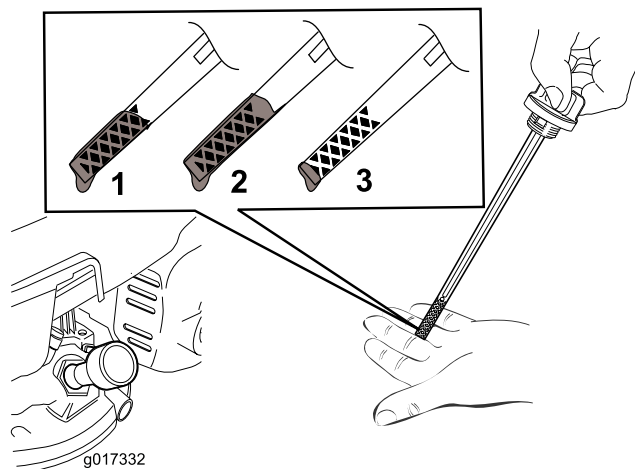

图 12
2. 逆时针旋转并拉出量油尺盖取出量油尺图 12。
5. 查看量油尺上的油位图 12。
- 如果量油尺上的油位过低图 12 请小心地将少量 API 系列等级 SJ 或更高的多级矿物油 SAE
- 如果量油尺上的油位过高图 12 请将多余的油拔出直至量油尺上的油位达到正确水平请参阅 更换机油 \(页码 14\)。